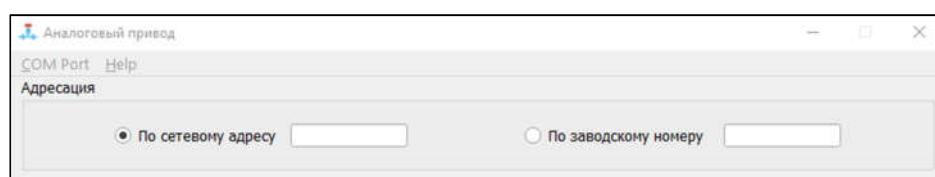

Рисунок 2. Вид области «Адресация»
После настройки последовательного порта, пользователь должен указать адрес целевого устройства. Для этого в области «Адресация» (рисунок 2) необходимо выбрать тип адресации, используемый для обмен данными:
При использовании адресации по сетевому номеру, в качестве адреса используются значения от 0 до 65535 (значение по умолчанию: 6844) (допускается ввод сетевого адреса в шестнадцатеричной системе исчисления: от 0 до 0xFFFF), адреса 0 и 65535(0xFFFF) – являются широковещательными и пакеты с данными адресами будут обрабатываться сразу несколькими устройствами (в случаи соединения группы клапанов в сеть). При вводе некорректного значения (не цифровые символы или числовое значение более 65535) будет выведено сообщение об ошибке (рисунок 2а).
Рисунок 2а. Вид окна с сообщением о недопустимом значении сетевого адреса
устройства (в случае объединения нескольких клапанов в сеть), у которых заводской номер начинается с «123», а оставшиеся 5 цифр не будут учитываться. В случае ввода некорректного заводского номера (длина номера меньше 8 символов, не цифровые символы и не символ «?») будут выведены соответствующие сообщения об ошибке (рисунок 2б, 2в).
Рисунок 2б. Вид окна с сообщением о недопустимом значении заводского номера
Рисунок 2в. Вид окна с сообщением о недопустимом значении заводского номера
- указать сетевой номер аналогового привода клапана (поле: «Сетевой адрес», значение от 0 до 65535, допускается указывать значение в шестнадцатеричной системе исчисления (0 – 0xFFFF)). При вводе некорректного значения (не цифровые символы или числовое значение более 65535) будет выведено сообщение об ошибке (рисунок 2а);